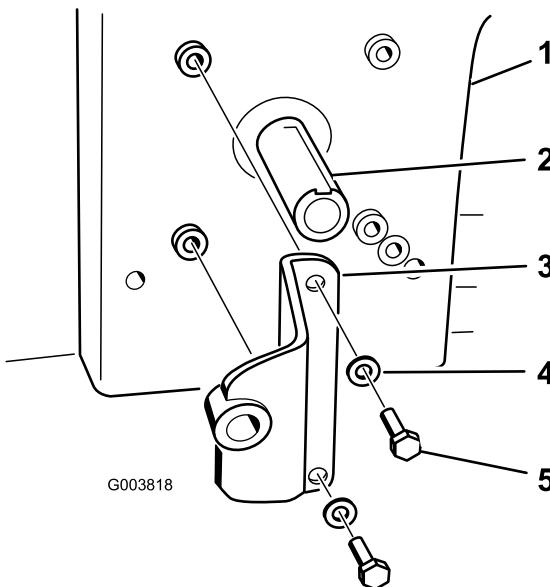

Figura 19
- Instale el soporte de la bomba en el motor con 2 pernos (5/16" x 3/4") y 2 arandelas (3/8"). Consulte en Figura 19 la posición correcta del soporte de la bomba.